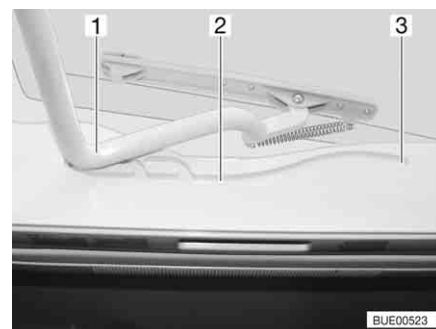

Fig. 39 Oblò Heki, guida
- Tirare la staffa (Fig. 39,1) nelle guide (Fig. 39,2) fino alla posizione più all'indietro (Fig. 39,3).
- Spingere la staffa (Fig. 39,1) leggermente verso l'alto con ambedue le mani.
- Tirare la staffa nelle guide (Fig. 39,2) fino alla posizione desiderata.